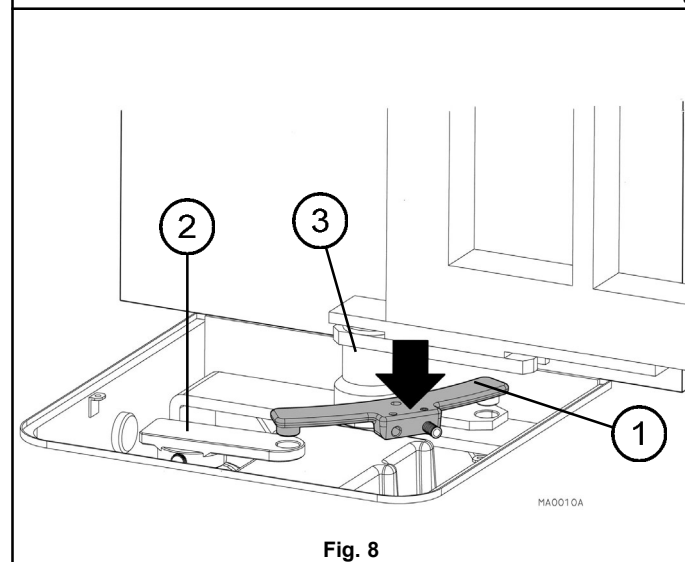

Fig. 8
- Introduire la bielle de connexion (1 fig. 8) entre le levier à moteur (2 fig. 8) et l'ensemble de leviers (3 fig. 8) et huiler les enclenchements
- Introduzca el brazo de conexión (1 fig. 8) entre la palanca del motor (2 fig. 8) y el grupo de palancas (3 fig. 8) y engrase los acoplamientos.
- Umieścić łącznik (1 rys. 8) pomiędzy dźwignią silnika (2 rys. 8) i zespołem dźwigni (3 rys. 8), i nasmarować połączenia.